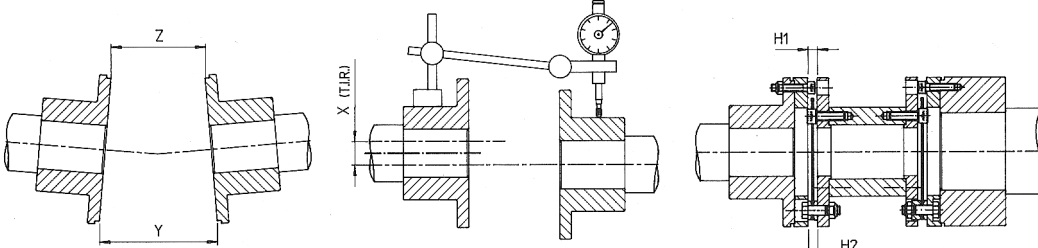

FIG. 6
- 1.2 Monter les moyeux (8) et (9) sur leurs arbres respectifs dans la bonne position (voir fig. 6). L'extrémité de l'arbre doit correspondre avec l'extrémité du moyeu. En cas de doute, nous consulter.
- 1.4 Aligner les arbres en utilisant un comparateur. La précision d'alignement (X et Y - Z) est donnée dans le tableau (fig. 6).
- 1.4 Lijn de twee assen uit met behulp van een meter. Uitlijnings nauwkeurigheid X en Y - Z volgens uitlijning tabel fig. 6).
- 1.2 Install hubs (8) and (9) on their respective shafts in their proper position (see fig. 6). Hub faces must be flush with shaft end. In case of doubt, please consult us.
- 1.4 Align the two shafts using an indicator. Alignment precision (X and Y - Z) is given in alignment tabulation (fig. 6).
- 1.2** Montera naven (8) och (9) på respektive axlar i rätt läge (se fig. 6). Naven måste vara i linje med axeländarna. Om något är oklart ber vi er vänligen att kontakta oss.
- 1.4** Rikta upp de båda axlarna med indikatorlocka. Max. tillåten uppriktning X och Y - Z finns angiven i tabellen (fig. 6).